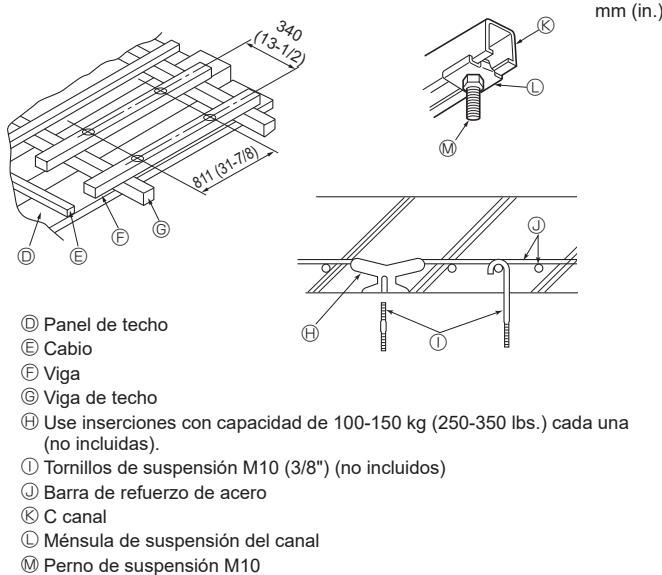
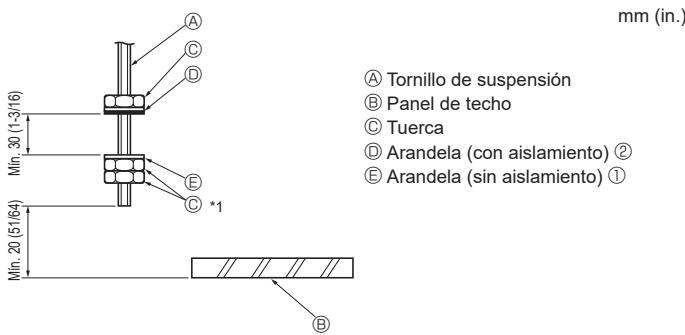

Fig. 2-4
Fig. 2-5
- ① Estructuras de madera (Fig. 2-4)
- ② Estructuras de hormigón armado
2.4. Procedimientos de suspensión de la unidad (Fig. 2-5)